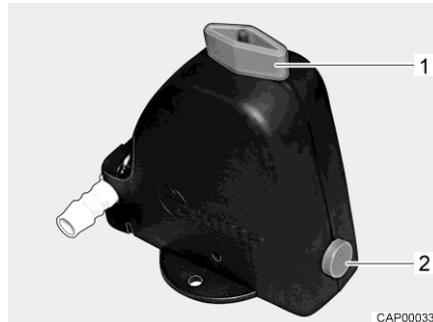
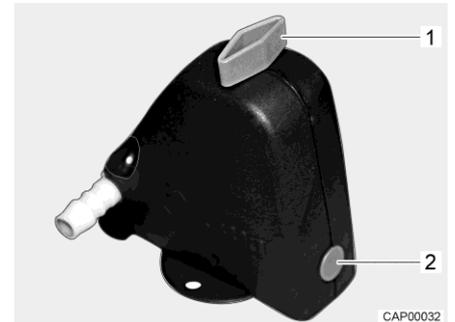

Fig. 88 Valve de sécurité et de vidange ouverte
Fig. 89 Valve de sécurité et de vidange fermée
- Fermer la valve de sécurité et de vidange. Tourner pour cela le bouton rotatif (Fig. 88,1) dans le sens transversal par rapport à la valve de sécurité et de vidange et enfoncer le bouton-poussoir (Fig. 88,2). La valve de sécurité et de vidange fermée est représentée à la Fig. 89. Lorsque la température descend en dessous de 6 °C, la valve de sécurité et de vidange ne peut pas être fermée.